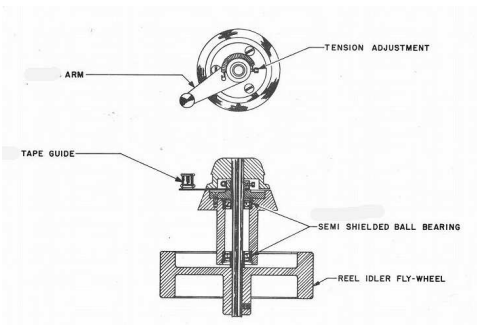

図 20-3 350 型のリールアイドラー・アセンブリー (61)
ールモーターのトルクむら、リールの偏心など供給リール側の影響が直接テープ走行にあらわれる。これらリール軸の影響をなくすためにヘッドとリール間に 300 型のようにフライホイールのついたリールアイドラー（インピーダンスローラーとも言う）とテンションアームを組合わせたスタビライザー機構を付加してテープ走行の安定を図っている(写真 20-1 の②、図 20-3)。